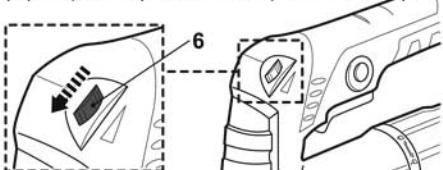

Рис. 8
- > Поверните регулятор выбора скорости (6) влево (если смотреть снизу), чтобы увеличить максимальную скорость (Рис. 8). Большее значение подходит для шлифования мелкозернистой наждачной бумагой для получения низкой степени шероховатости.